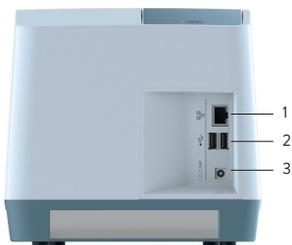

Figura 3
- Insira a ficha do transformador do cabo de alimentação na tomada elétrica (Figura 3) na parte de trás do analisador.